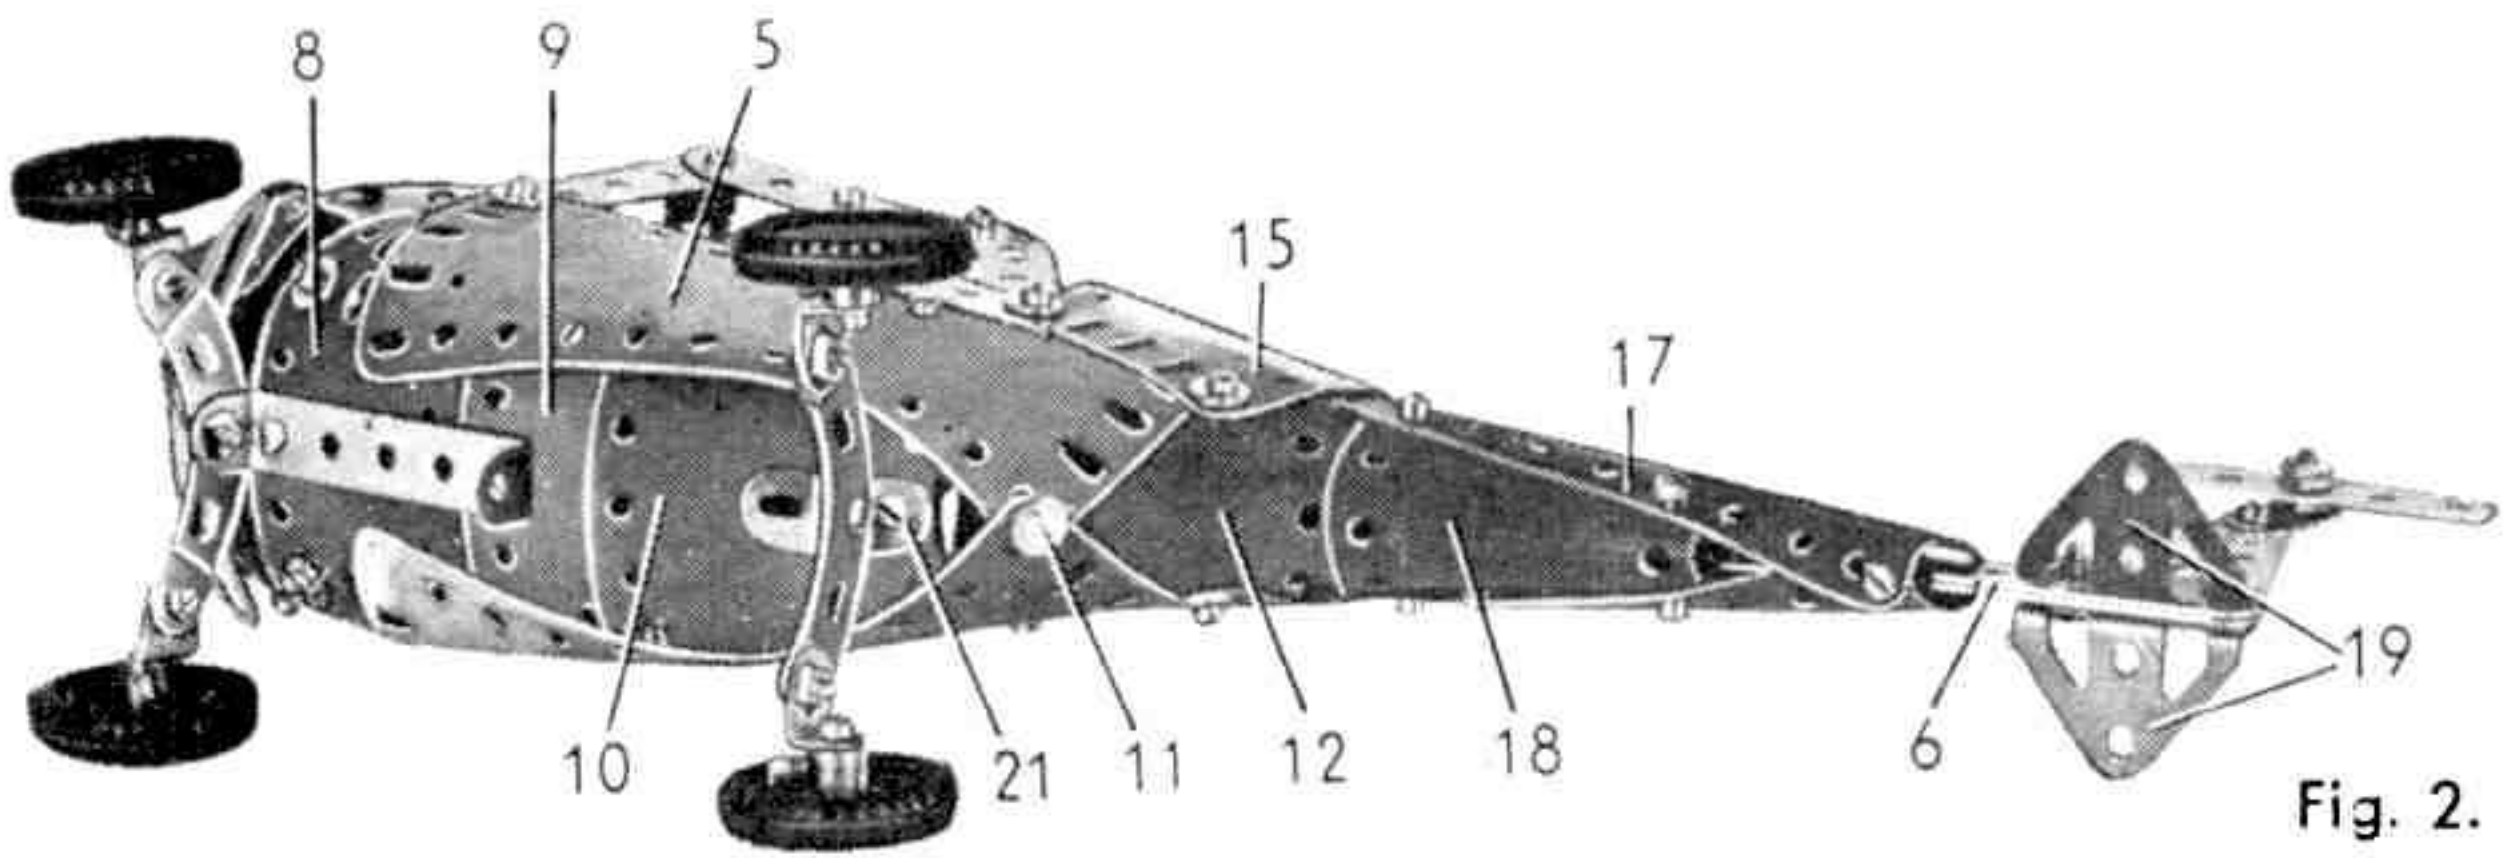

Fig. 2.
La figure 2 montre une réalisation pratique de ce dispositif, exécuté à l'aide de pièces Meccano. Une bande de 7 trous (1) est tenue sous le rail central par deux boulons de 9,5 mm. Trois rondelles sont passées sur chaque boulon et la base du rail est coincée entre les deux rondelles supérieures de façon que la bande (1) ne soit